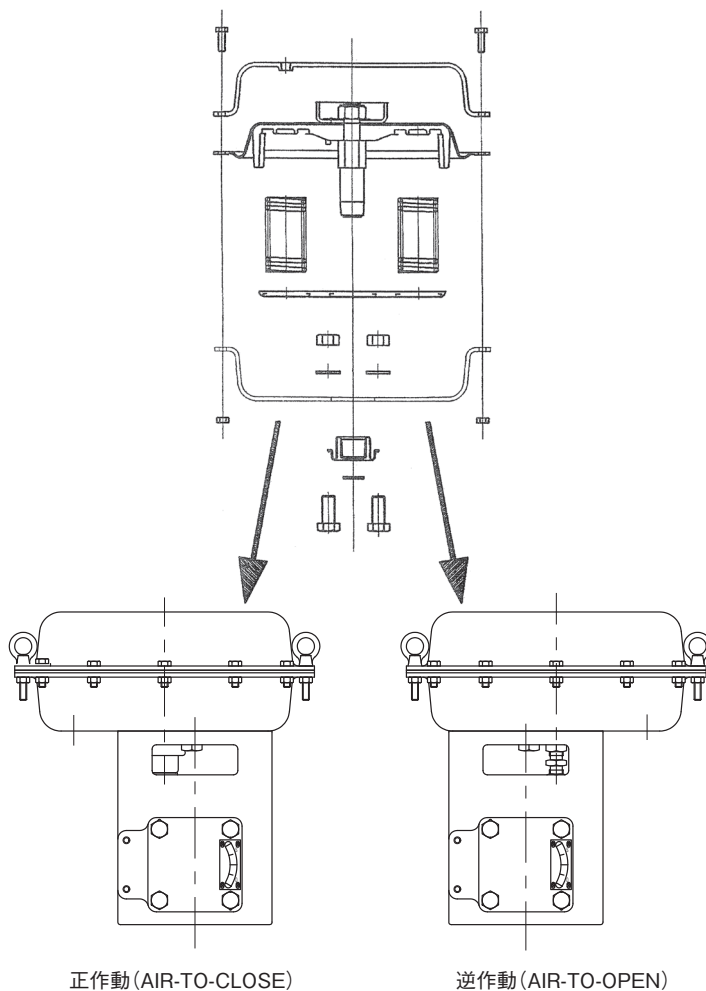
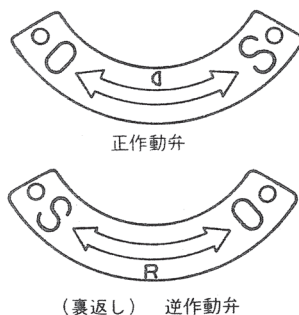

図 6-2
図 6-3
- (3) 「4.4 分解」の手順に従って操作器を分解し、図6-2のようにダイヤフラムケース(下)を組み替えます。
- (4) ハンドホイールの方向指示板をD、R(D：正作動弁、R：逆作動弁)に注意して組み替えてください。(図6-3参照)
- (5) 組み付けは(1)～(4)の逆順で行ってください。
- (6) 正逆組み替え時に、ダイヤフラムケース(下)の配管接続口が逆の位置に移動しますので、(図6-2参照)注意してください。